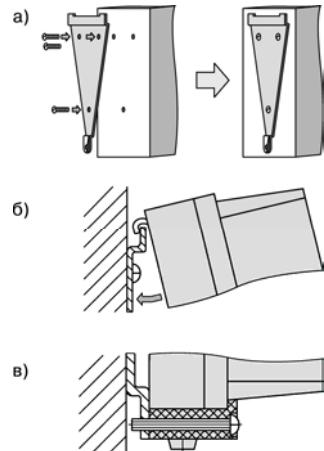

Рис. 7.1 – Установка прибора настенного крепления
- 1) Кронштейн закрепляется тремя винтами M4 на поверхности, предназначенной для установки прибора (см. Приложение А и рисунок 7.1, а).
- 2) Крепежный уголок зацепляется на задней стенке прибора за верхнюю кромку кронштейна (рисунок 7.1, б).
- 3) Прибор прикрепляется к кронштейну винтом M4 × 35 из комплекта поставки (рисунок 7.1, в).